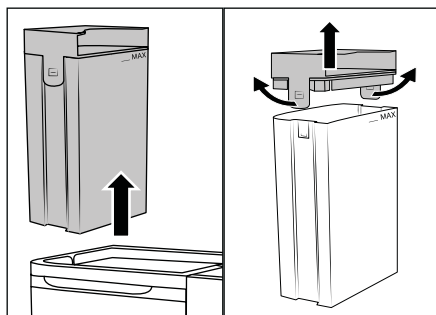

Bild 5
(1) Fyll endast vattentanken 2 med kallt eller ljummet kranvatten eller destillerat vatten. Använd inte kokande vatten. (2) Använd aldrig produkten utan vatten i vattentanken 2. (3) Använd bara vanligt möbelrengöringsmedel som inte skummar eller **W5 ättiksurengöring från LIDL**. Andra rengöringsmedel kan skada produkten. Vi rekommenderar tre matskedar **LIDL W5 ättiksurengöring** till en full vattentank 2 (1,7 liter). Öka mängden ättiksurengöring lite i taget om det behövs tills du är nöjd med resultatet.
- ◆ Ta tag i handtaget på vattentankens 2 lock 1 och dra upp den ur produkten (se bild 5).
- ◆ Dra ut de båda spännena lite och ta av locket 1 (se bild 5).